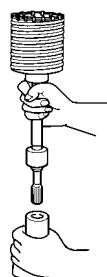
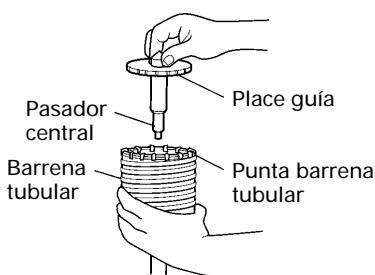

Fig. 14
Fig. 15
- (2) Montar la espiga de la barrena tubular en el martillo giratorio. (Fig. 14)
- (3) Insertar el pasador central en la placa guía hasta que se pare.
- (4) Unir la placa guía con la barrena tubular y girar la placa guía hacia la izquierda o hacia la derecha de forma que no se caiga a pesar de estar indicando hacia abajo. (Fig. 15)